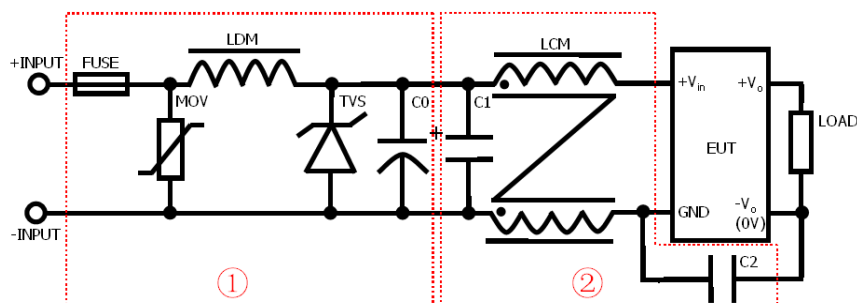

图 1
脉冲群抗扰度	IEC/EN61000-4-4 ±2KV perf. Criteria B (外围电路如图 1)
浪涌抗扰度	IEC/EN61000-4-5 ±2KV perf. Criteria B (外围电路如图 1)
注: 1.图 1 中第①部分用于 EMS 测试部分外围推荐电路图; 第②部分用于 EMI 滤波, 可依据需求选择。